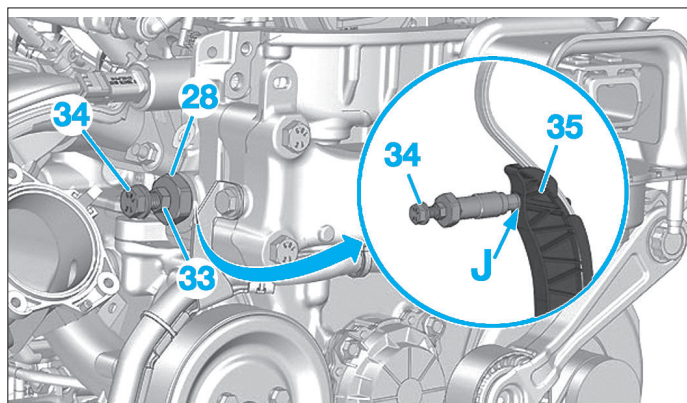

FIG. 13
- Huiler le filetage de la vis (34) (Fig.13).
- Serrer la vis (34) du tendeur de chaîne modifié (0,6 daN.m) jusqu'au contact (J) avec le guide tendeur de chaîne (35) afin d'empêcher son recul.
- Bloquer l'ensemble avec le contre-écrou (33).